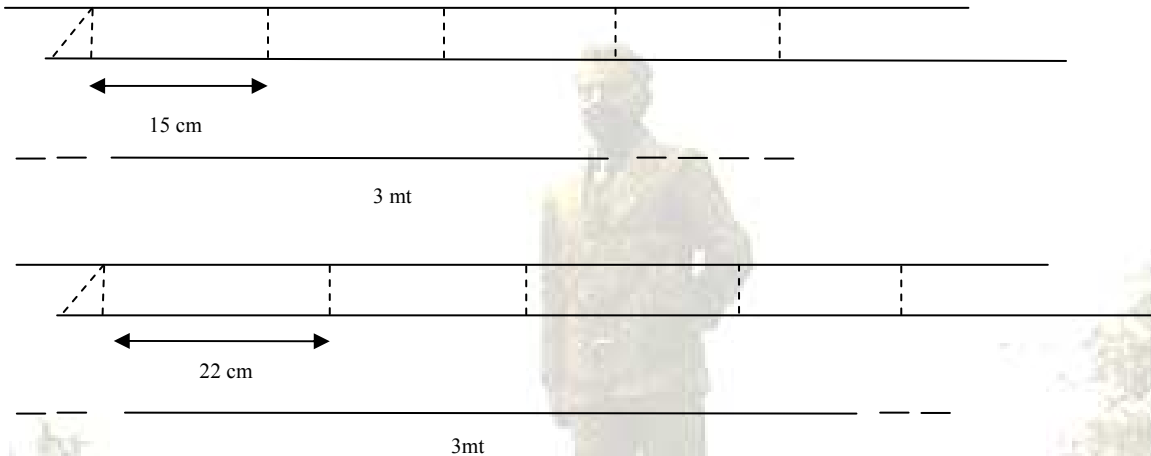

Figura No 3.
2. Trazado de Peinazos: Terminado de trazar las líneas para el corte de las patas. Tome el mismo larguero de madera y trace una línea a 15 cm del ultimo trazo (paso anterior), repita el proceso 3 veces, luego trace una línea 22 cm y repita el proceso 3 veces. Ver figura No 3.